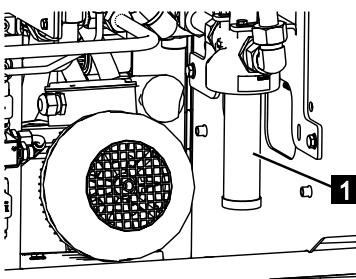

Abb. 244
6. Filtereinsatz (Abb.244/1) entnehmen und neuen Filtereinsatz einsetzen.